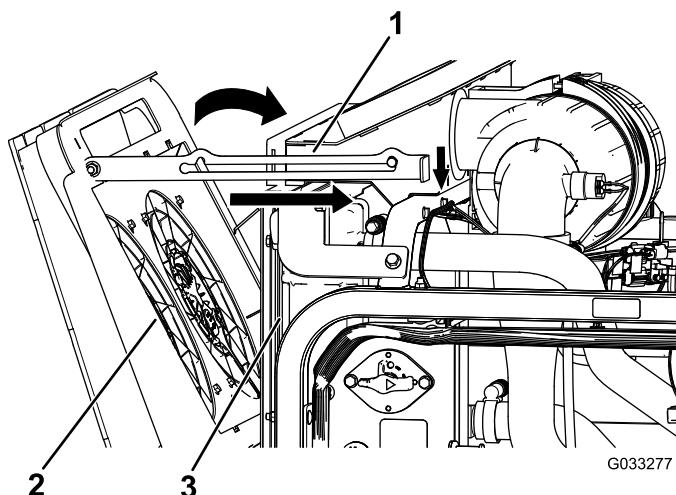

Figura 118
- Rode as ventoinhas de refrigeração do motor para a frente e fixe a barra de apoio no entalhe (Figura 118).